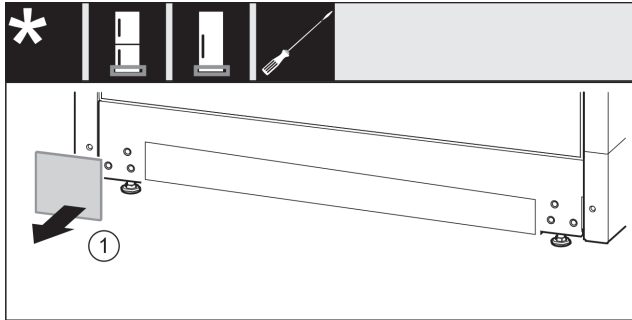

Fig. 35
- ▶ Tag afdækningen af. *Fig. 35 (1)*